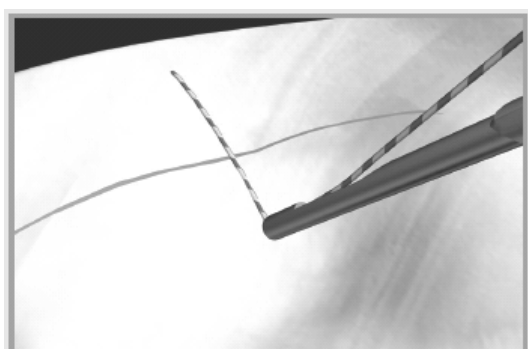

図 18 ノットプッシャー／スーチャーカッターの先端をスライディングノットに押し付けて、スライディングノットを押し込みます。
8. ノットプッシャー／スーチャーカッターの先端をスライディングノットに対して配置し、縫合系を切断した時に 2~3 mm の縫合端が残るようにします。縫合系を引っ張りながら、スライディングノットに対してノットプッシャー／スーチャーカッターの先端を押し込みます。スライディングノットを半月板の表面内に押し込んで、縫合端を半月板の表面と同じ高さにすることもできます (図 18)。